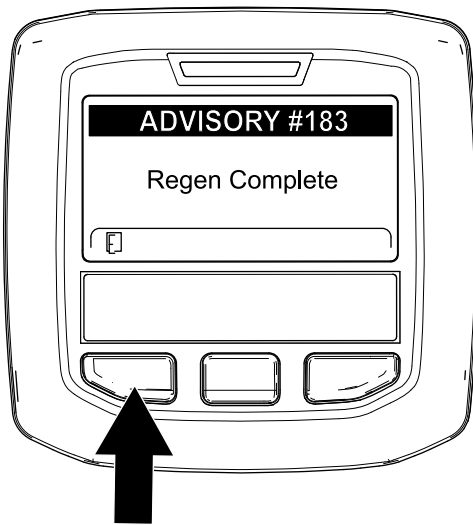

図 65
9. 駐車再生やリカバリ再生が終了すると、インフォセンターにアトバイスNo. 183 が表示される 図 65。左ボタンを押してホーム画面に戻る。
注 再生に失敗した場合は、インフォセンターにアドバイス No. 184 図 65が表示される。左ボタンを押してホーム画面に戻る。